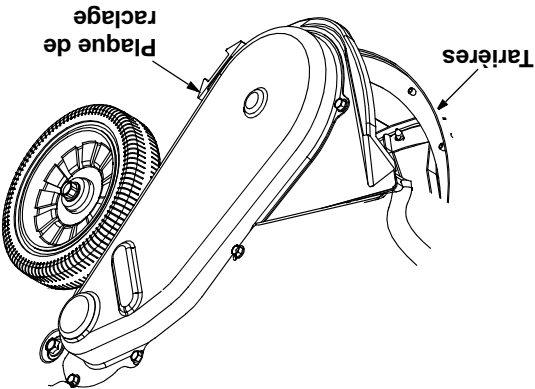

Figure 6
- Pour vérifier le réglage, placez la souffieuse sur une surface plate. La plaque doit être réglée de manière que les roues, la plaque et la tarière touchent le sol simultanément lors de l'utilisation de la souffieuse. Voir la Figure 6. Si la neige souffle en dessous du logement de la souffieuse la plaque peut être réglée trop haut. Si la plaque présente des signes d'usure excessive, ou la souffieuse n'auto-propulsera pas, la plaque peut être ajustée trop bas